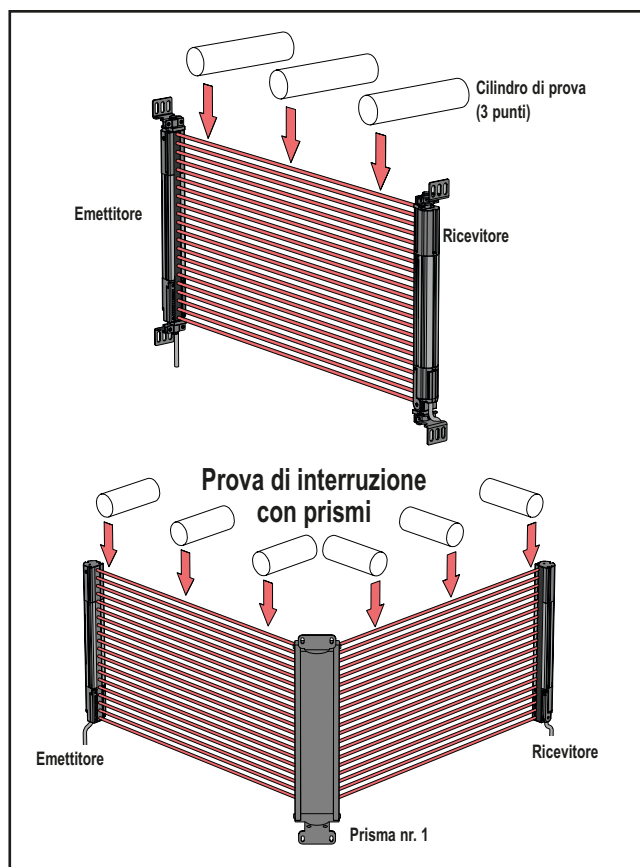

Figura 3-18. EZ-SCREEN LP - Prova di interruzione
- Passare il cilindro di prova prescelto attraverso la zona di rilevamento in tre precorsi: vicino all'emettitore, vicino al ricevitore e a metà strada tra l'emettitore e il ricevitore (Figura 3-18).
Se l'applicazione fa uso di prismi: Effettuare un test della zona di rilevamento su ciascun tratto del percorso ottico (ad esempio, tra emettitore e prisma nonché tra prisma e ricevitore, vedere la Figura 3-18).